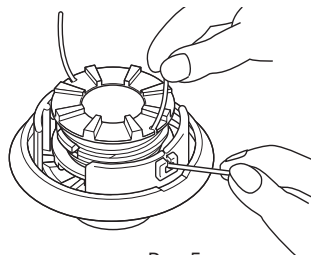

Рис.5
8. Вставьте оба конца лески в два удерживающих паза шпулки (рис.5).